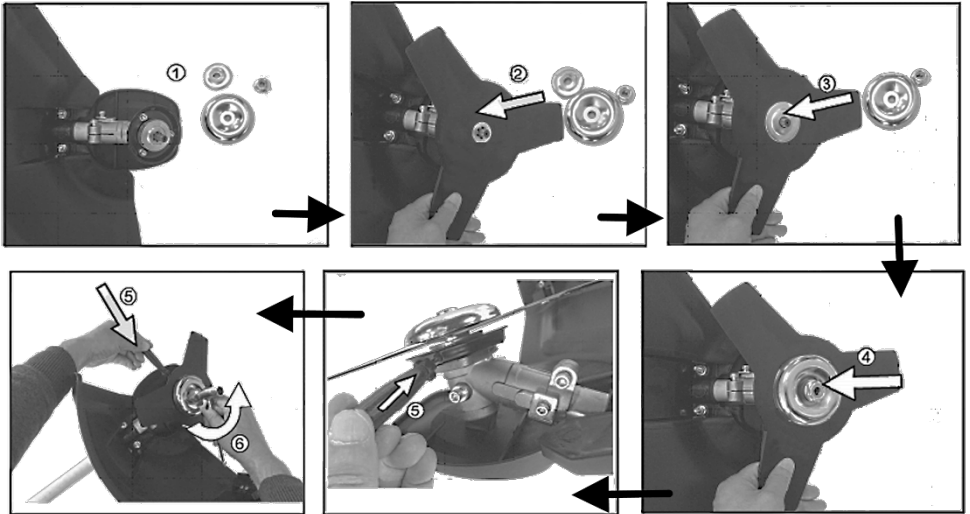

Рисунок 5
3.5 Встановлення різального ножа (рисунок 5)